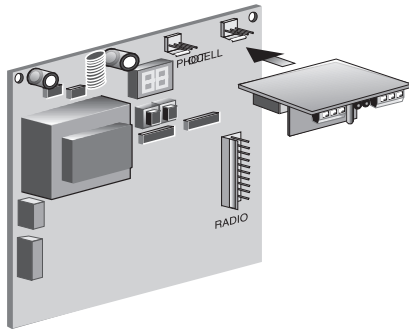
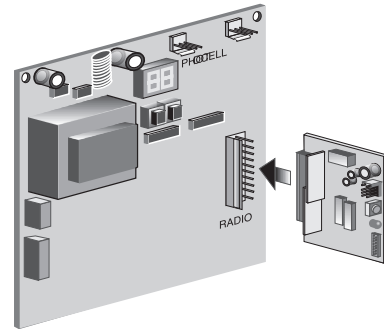

ABB.2
ABB.3
- Der Anschluss an die Klemme 41 ist dann nicht vorzunehmen, wenn der Prastel Photozellen-Verstärker FT/112K (Abb. 2 und Abb. 3) über Steckkontakt angeschlossen wird. Dieser Anschluss ist nämlich bereits intern hergestellt worden.
- Bevor Spannung gegeben wird, die STOP-Taste blockieren. Es können nunmehr Manöver mittels der Kontakte ÖFFNEN und SCHLIESSEN - normalerweise geöffnete Kontakte (NO) zum Anschluss an den Klemmen 1 und 4 (Schließen) sowie auf den Klemmen 1 und 5 (Öffnen) des Steuer-Klemmenbretts - durchgeführt werden, sogenannte „IN-GEGERNWART-VON-PERSONEN“-Vorgänge, (siehe dazu Schaltplan Seite 12). Der Öffnungs- sowie der Schließvorgang erfolgt unter Beibehaltung des Schließens der obengenannten Kontakte. N.B.: Während der Vorgänge „in Gegenwart von Personen“ sind alle Sicherungen außer Betrieb.
Die Steuerzentrale EURO/1MF hat einen Steckplatz für einen Prastel Photozellen-Verstärker (aktuelles Modell FT/11SK) und für verschiedene Prastel Funkempfänger, Einkanal oder Zweikanal (Abb. 3).
Diese Funktion dient zur Aktivierung verschiedener Befehlstypen, welche auf den 1. Kanal eines Prastel Sendegerats (MPS oder MPS-Roll) ubertragen werden und von einem (Molex) Steckkontakt-Empfanger auf der Steuerzentrale empfangen werden (siehe Abbildung 3 auf Seite 3).